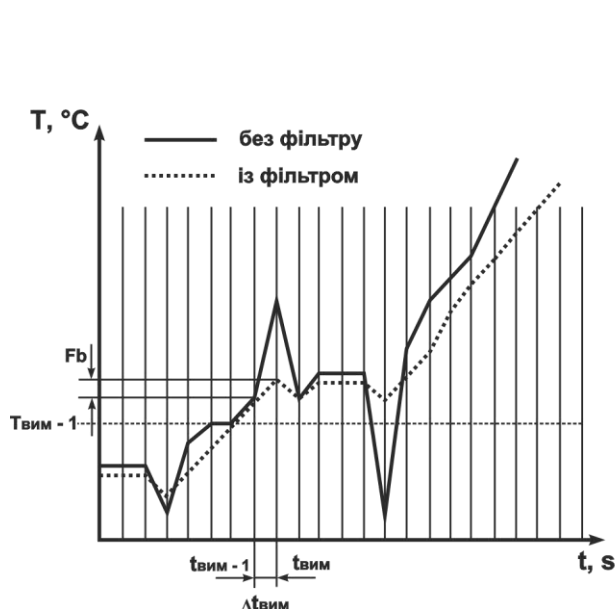

Рисунок 3.5
3.2.4.1 Смуга цифрового фільтра дозволяє захистити вимірювальний тракт від поодиноких перешкод і задається в градусах Цельсія (°C). Якщо виміряне значення $T_{вим}$ відрізняється від попереднього $T_{вим-1}$ на величину, більшу, ніж значення параметра F_b , тоді прилад присвоює йому значення, що дорівнює $(T_{вим} + F_b)$ (рисунок 3.5). Таким чином, характеристика згладжується.